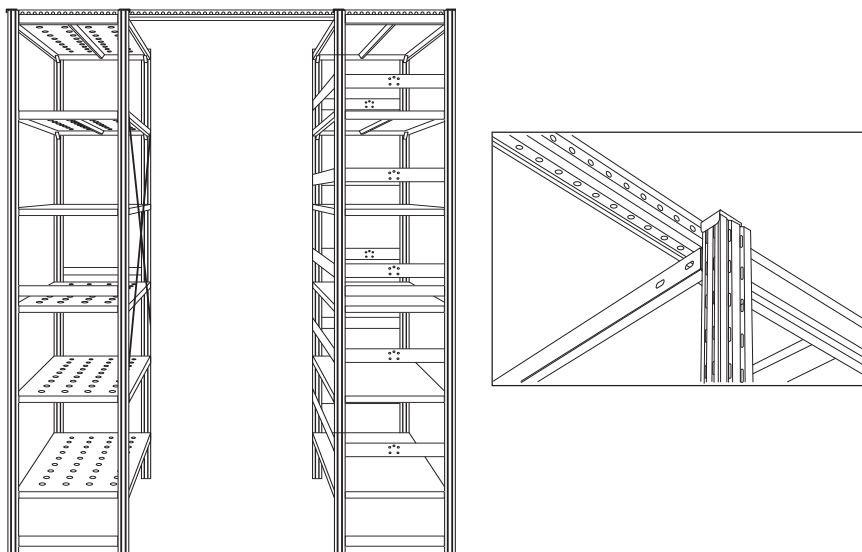

Рис. 25. Соединение стеллажей с помощью связи.
4) Соединение стеллажей с помощью связи. Поверх стеллажной конструкции для дополнительной устойчивости устанавливаются дополнительные связи из профилированного уголка (рис. 25). Длина связей рассчитывается как сумма глубины стеллажей и расстояния прохода между ними.